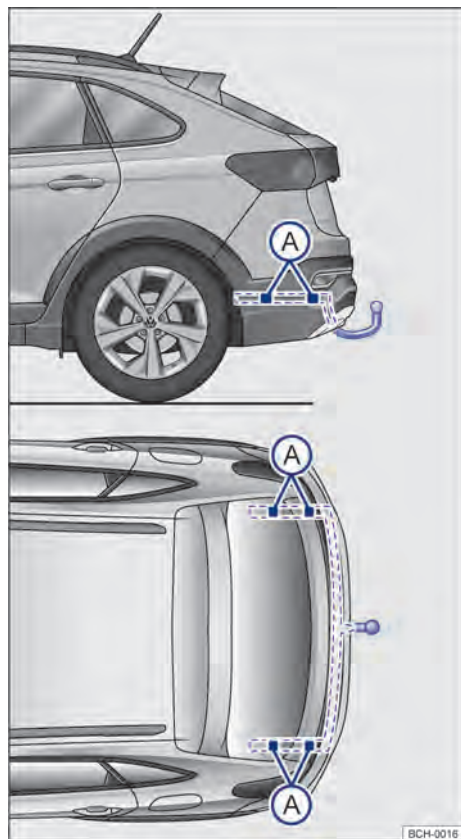

Fig. 141 Puntos de fijación para el montaje posterior de un enganche para remolque.
La figura → fig. 141 muestra, por ejemplo, el punto de alojamiento para el montaje de un enganche para remolque del modelo Nivus.
El montaje posterior de un enganche para remolque deberá ser efectuado de acuerdo con las instrucciones del respectivo fabricante del enganche, siempre respetando los puntos de alojamiento indicados en la → fig. 141 (A).